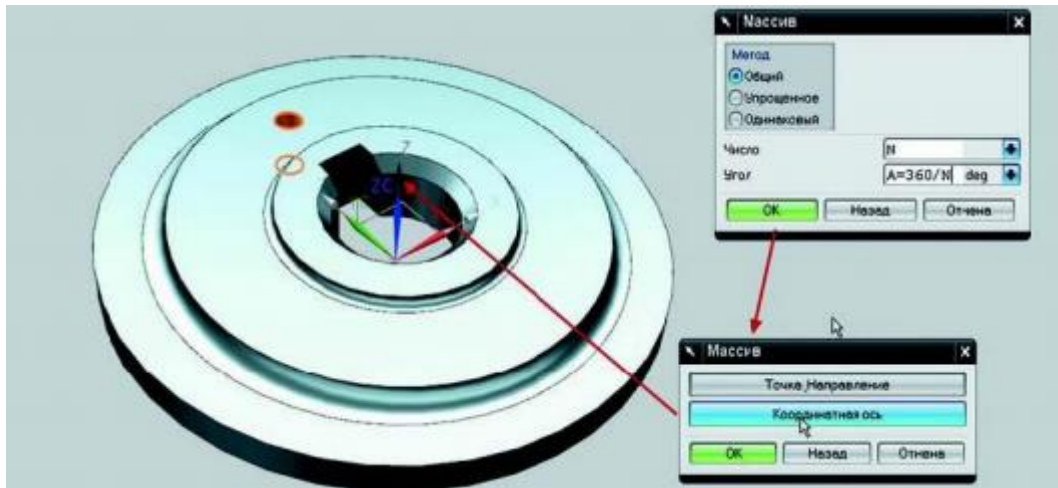

Рисунок 6. Создание кругового массива объектов
- В открывшемся диалоге задания параметров в поле Число (Number) введите N, а в поле Угол (Angle) введите $A=360/N$ – такая формулировка говорит о том, что значение определяется параметром A, вычисляемым по формуле $360/N$. То есть это ещё один альтернативный способ создания пользовательских параметров из диалогов команд (рис. 6).